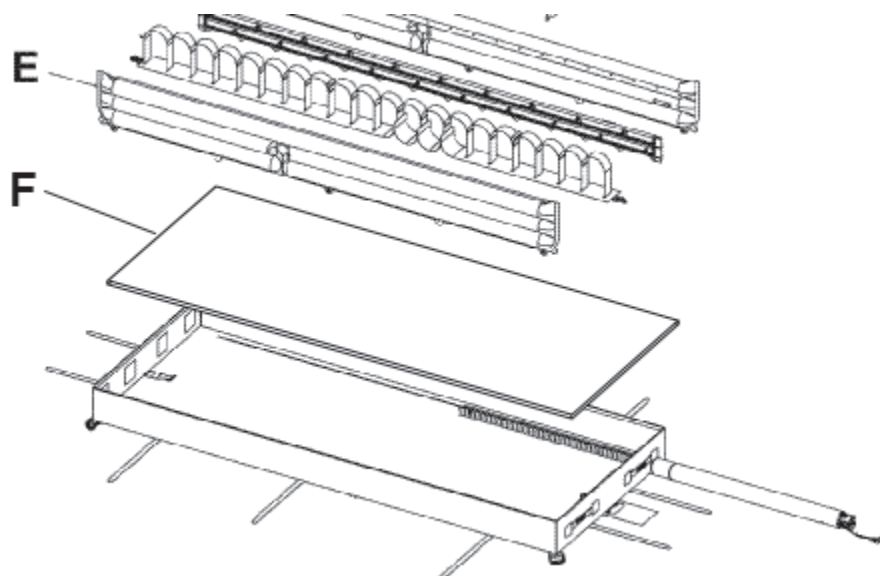

Figure 11 – Traversin
8. Désolidariser le traversin latéral (E) de l'ensemble en mousse inférieure (F) (Figure 11).